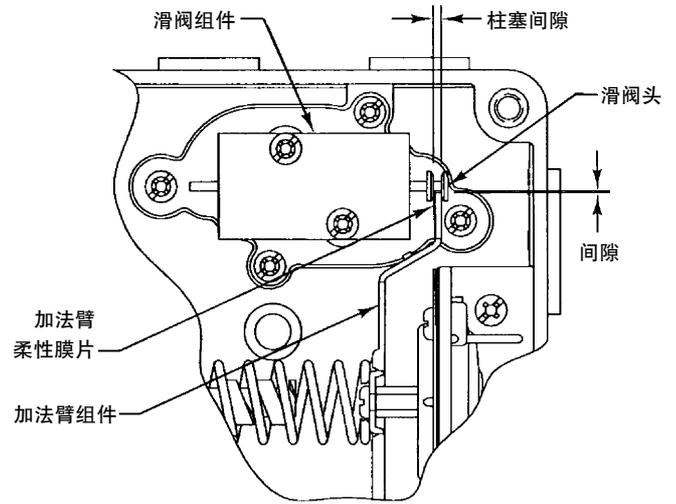

图 25. 滑阀和加法臂
**如图 25 所示, 在安装输入模块和加法臂组件之前, 要确认加法臂末端与滑阀头接触良好但没有碰到滑阀轴。**
4. 如图 25 所示, 通过输入模块上的对中销把输入模块和加法臂组件正确安放到定位器底座上。如果滑阀 (件号 1) 没有被拆除, 安装输入模块和加法臂组件时要小心操作, 确保伸出滑阀阀体的滑阀元件与加法臂柔性杆接触良好。
**如图 25 所示, 在安装滑阀之前, 要确信滑阀头与加法臂末端接触良好。**
4. 如图 25 所示, 把滑阀安放到作用块上, 确信从滑阀阀体伸出的滑阀元件与加法臂接触良好后, 拧上两颗固定滑阀的螺钉, 但不要拧紧以使滑阀较松地固定在作用块上。